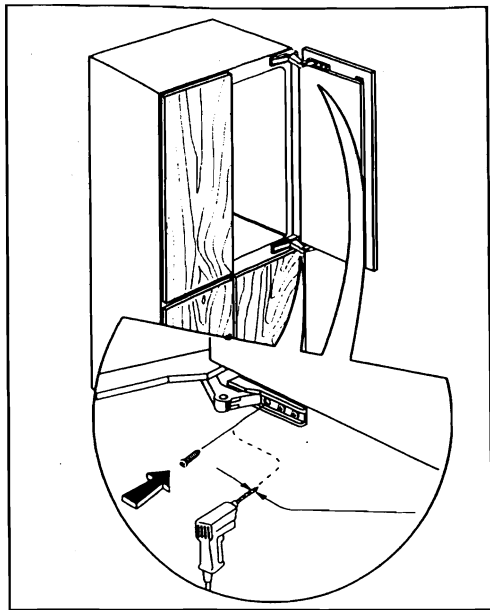

Abb. 14
- Nachdem Sie die Einstellungen vorgenommen haben, öffnen Sie die Türen und bohren in der Öffnung des Scharniers die Frontplatten mit einer 2,5 mm-Stechspitze vor. Ziehen Sie die Schrauben an (Abb. 14).